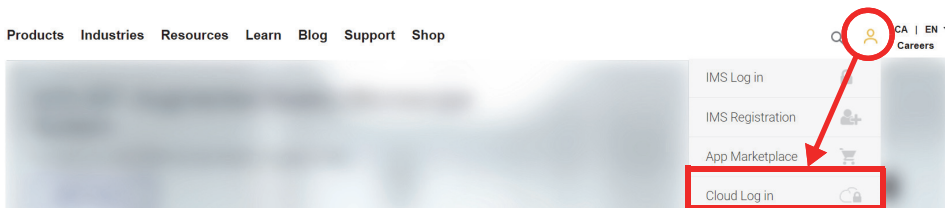

Figure 10-1 Cloud Log in (Connexion à l'OSC)
2. Créez ou rejoignez un compte existant sur l'OSC (un administrateur crée le compte et invite tous les autres utilisateurs). Rendez-vous sur www.olympus-ims.com et cliquez sur **Cloud Log in** (Connexion à l'OSC) comme le montre la Figure 10-1 à la page 244.